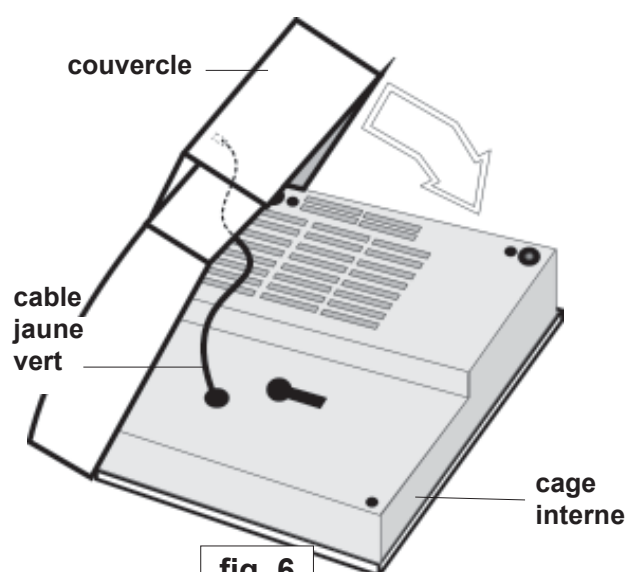

fig. 6
- Insérer la cosse avec le câble jaune-vert sur le connecteur placé à l'intérieur du couvercle (voir figure 6)